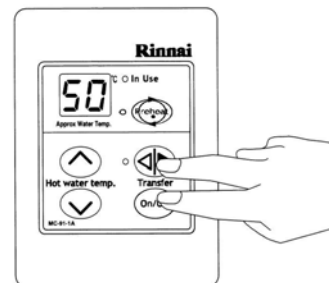

Fig. 1
STEP 1: Sul comando remoto Master solamente, premere e mantenere premuti i tasti **Transfer** ed **ON/OFF** contemporaneamente (fig.1) fino a quando emette un "beep".